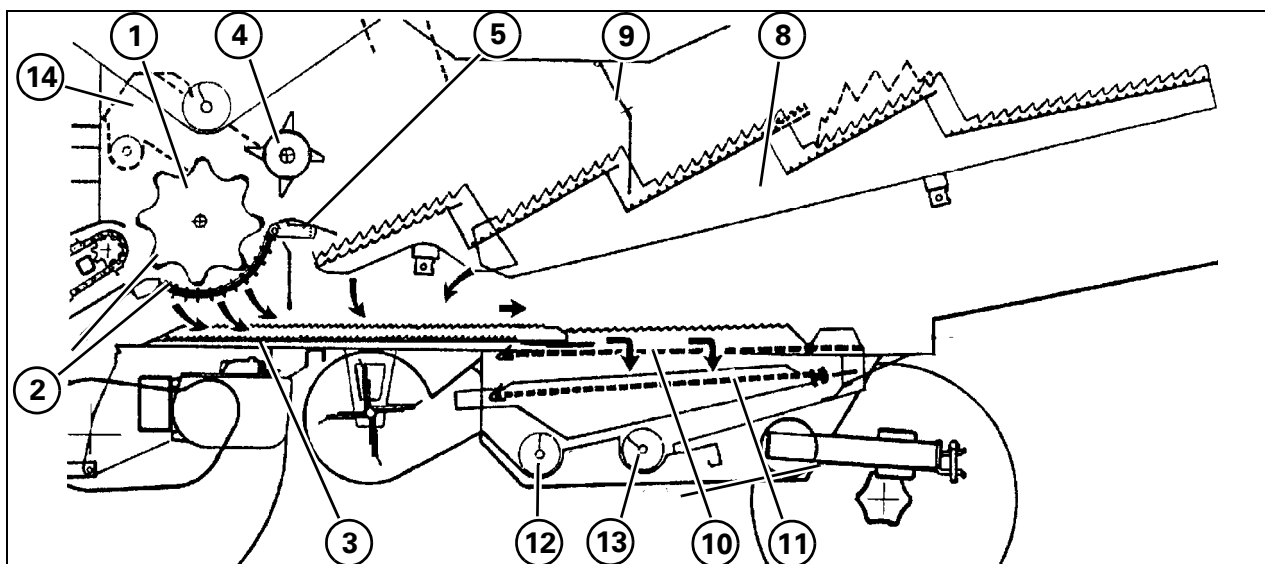
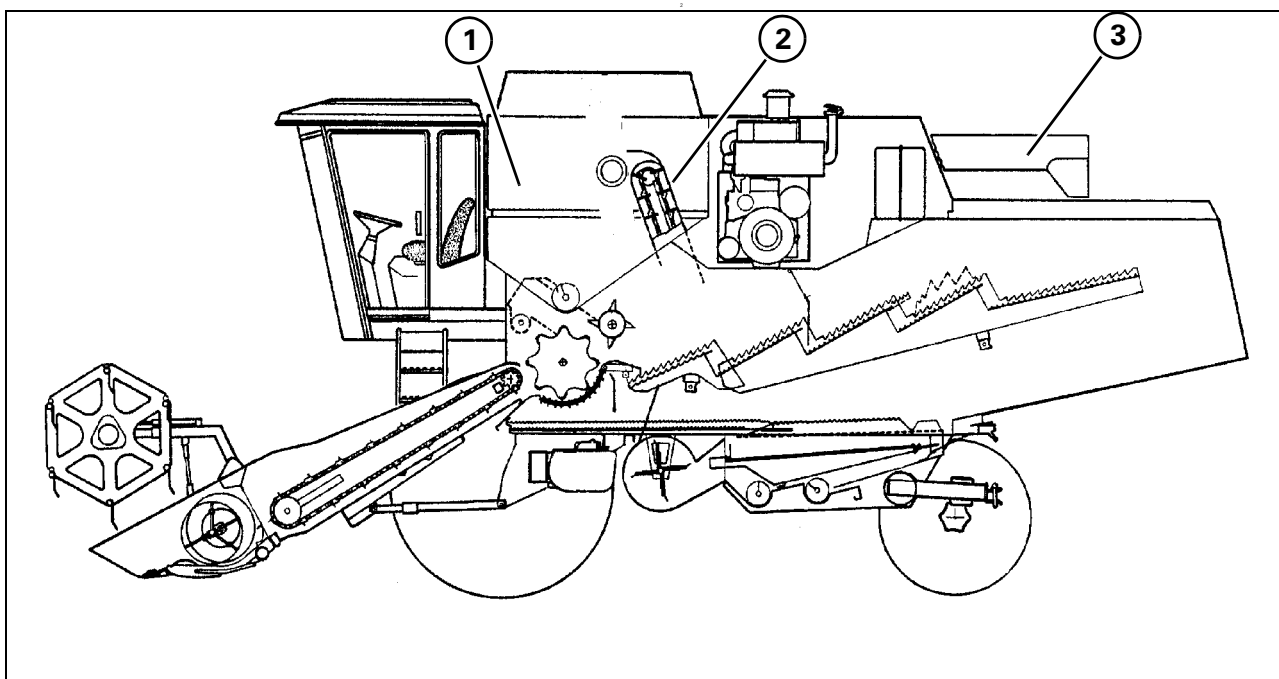

Рис. 4
Рис. 5
### Сепарация - Рис. 4
### Очистка - Рис. 4 и Рис. 5
Зерна проходят через нижнее сито (11), подаются поперечным шнеком (12) на элеватор (2 - Рис. 5), затем поступают в зерновой бункер.
### Хранение и разгрузка зерна - Рис. 5